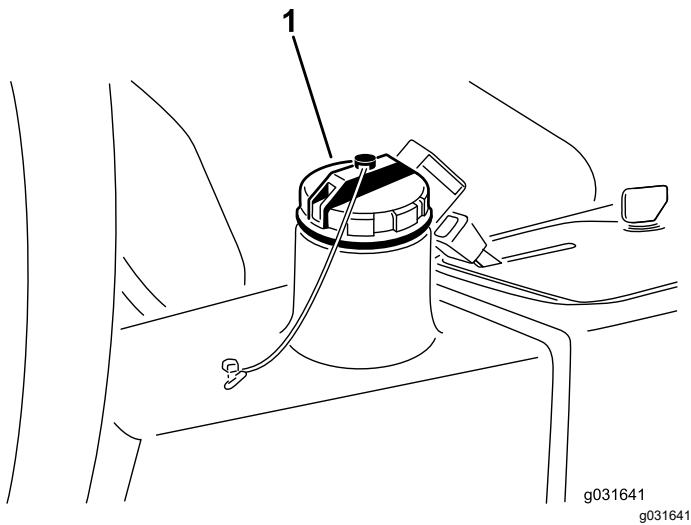

Figure 64
2. Nettoyez la surface autour du goulot de remplissage et du bouchon du réservoir hydraulique. (Figure 64)
3. Remettez le bouchon du réservoir hydraulique (Figure 64).